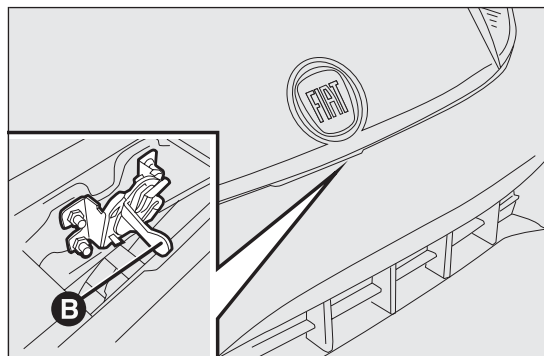

fig. 85
- accionar la palanca B fig. 85 y abrir el capó;